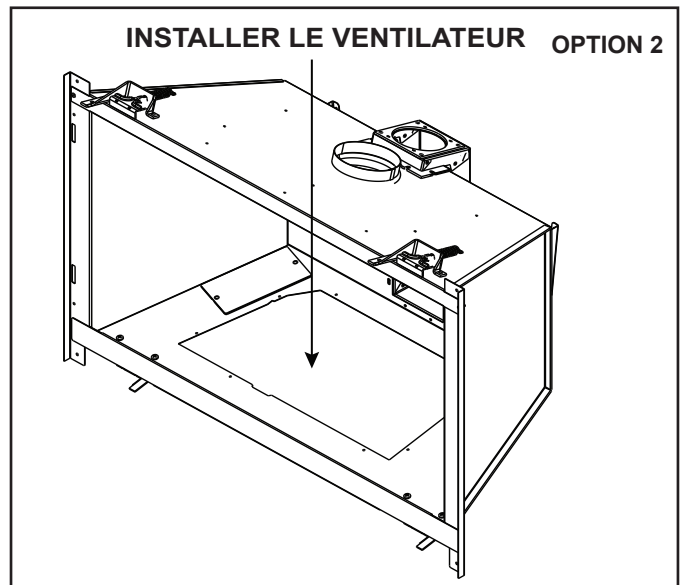

Figure 6.5 Via l'ouverture de la plaque de vanne (option 2)
- Retirez la façade de l'appareil, la vitre, les registres, le plateau de base, le module du brûleur et la plaque de vanne. Voir la figure 6.5.